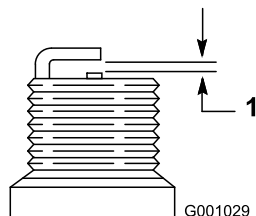

Figure 48
7. Réglez l'écartement des électrodes de la nouvelle bougie à 0,76 mm (0,030 po) (Figure 48).